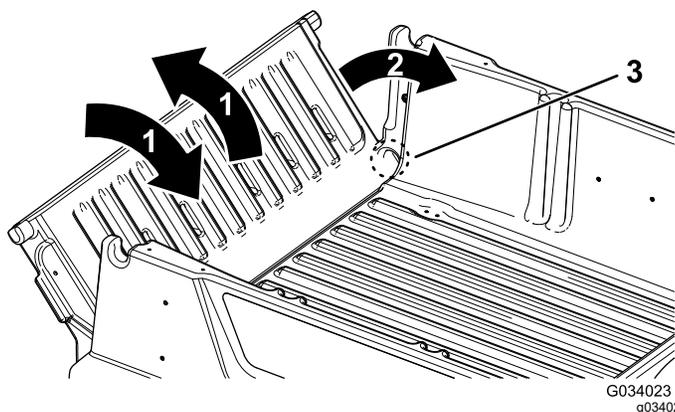

図 24
2. テールゲートを 45° 程度の角度にする 図 24。
3. この位置から、テールゲートを小刻みに前後に振るように数回往復させる 図 24。